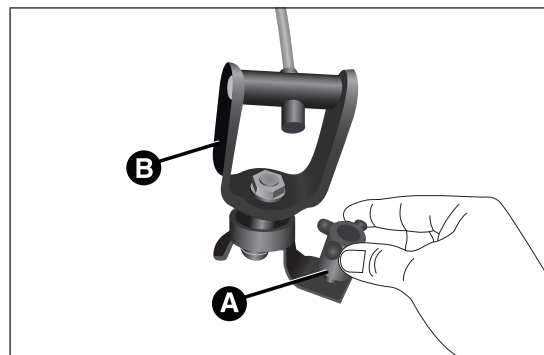

fig. 38
- revisser le dispositif A fig. 38 sur le support de fixation B ;